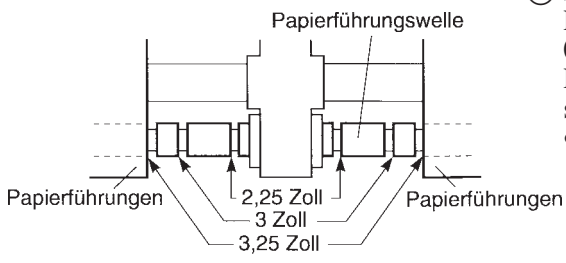

Abb. 2-3 Einstellung der Papierführung (SP317)
- ⑤ Stellen Sie die linke und rechte Papierführung ein. Lassen Sie einen 0,5 mm breiten Abstand zwischen Papierführung und Papierkante und stellen Sie den Sperrhebel fest.
- Indem Sie den Sicherungsring einsetzen, der der Rille der Papierführungswelle in Abb. 2-3 entspricht, legen Sie die Position für die Papierführung fest.